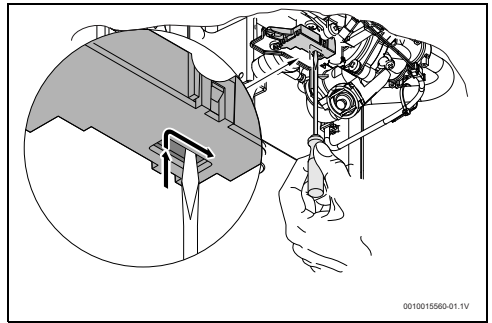

Fig. 24 Rearme do micro-interruptor
- ▶ Posicionar o micro-interruptor conforme Fig 24.